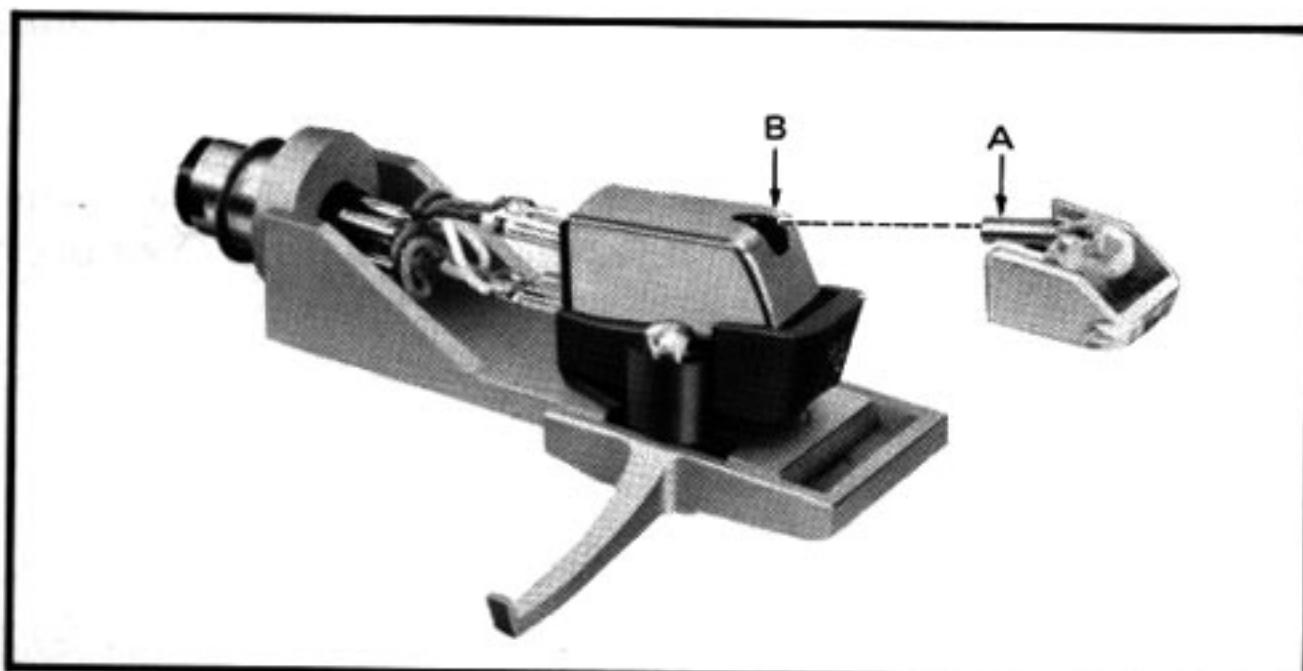

Fig. 26 Abb. 26
•Stylus replacement (Fig. 26)
• Auswechseln der abtastnadel (Abb. 26)
•Remplacement de la pointe de lecture (Fig. 26)